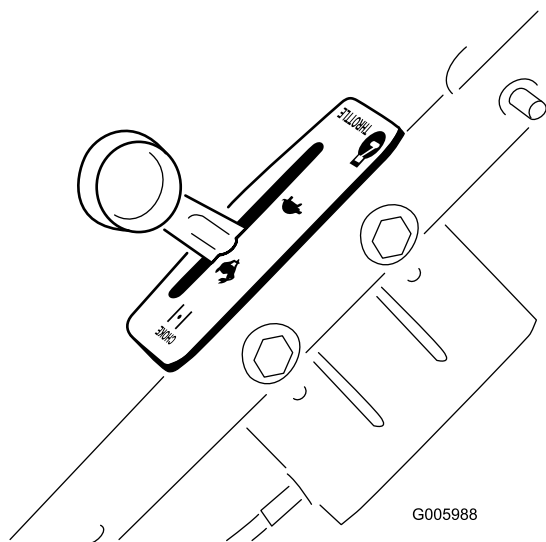

Figure 9
- A. Placez la manette d'accélérateur en position Haut régime (Figure 9).